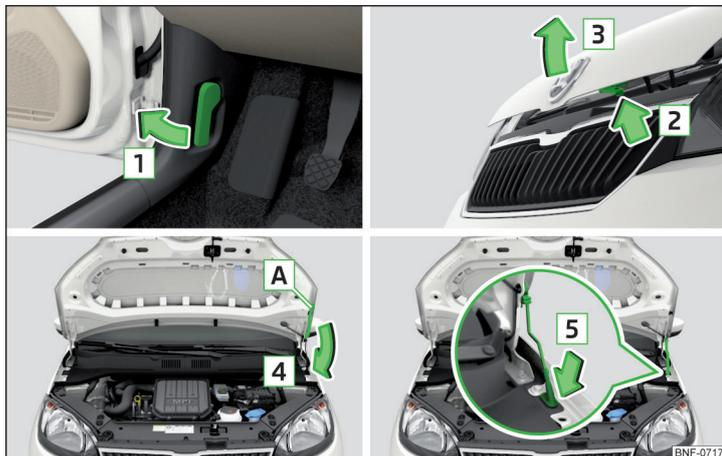

Fig. 136 Ouverture du capot
- Ouvrez la portière avant et tirez sur la manette de déverrouillage en dessous du tableau de bord dans le sens de la flèche **1** » fig. 136.